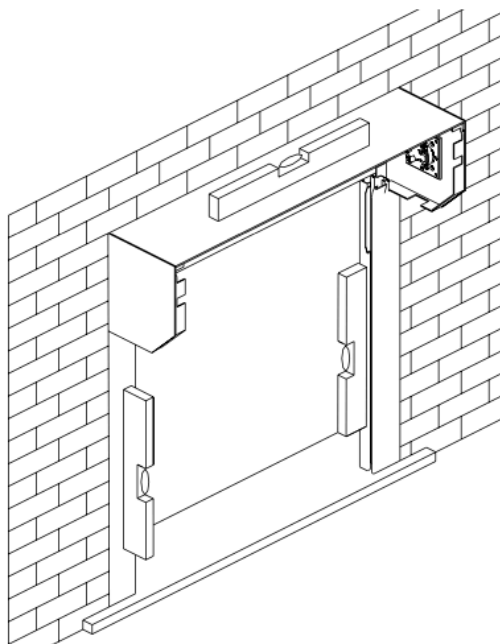

Fig.04
- Installer le coffre et les guides dans le tableau (installation Fig. 04)